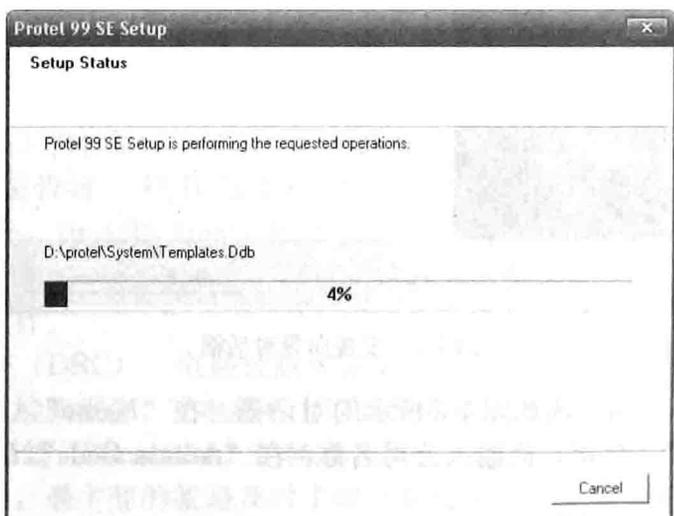

图 1-4 安装程序复制文件
④ 按照提示继续单击“Next”按钮，出现如图 1-4 所示的对话框，是程序复制文件的过程。